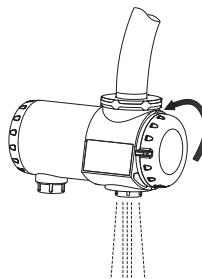

Рис.1
- Поверните кран смесителя, поверните переключатель водонагревателя вниз и выпустите холодную воду (рис.1).